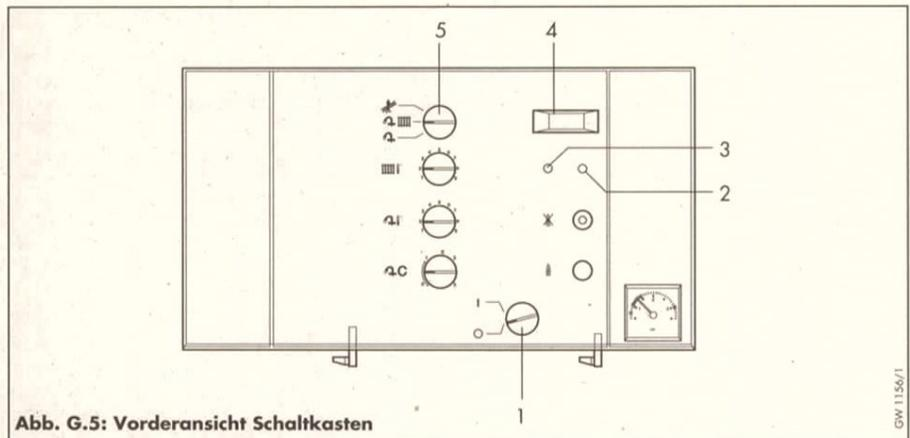
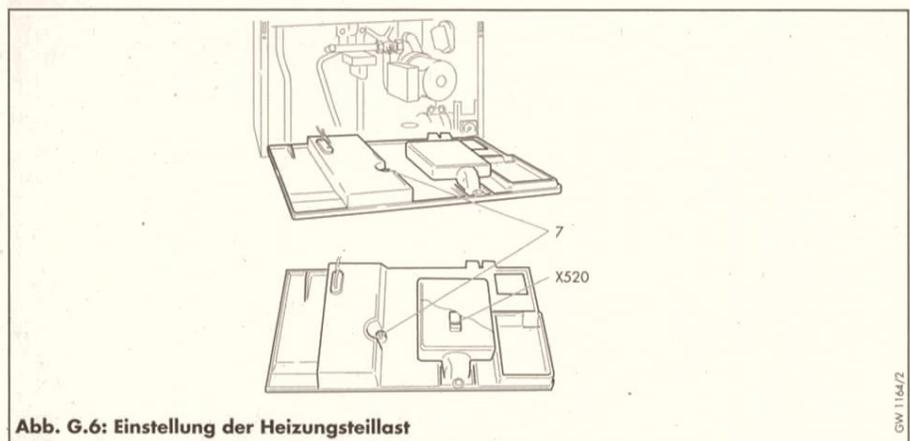

Abb. G.5: Vorderansicht Schaltkasten
Abb. G.6: Einstellung der Heizungsteillast
- Schalten Sie den Betriebsartenswahlwähler (5) in Stellung „Schornsteinfeger“.
- Entfernen Sie die Sicherungsschraube (7, Abb. G.6). Stellen Sie an der darunterliegenden Einstellschraube die gewünschte Heizungsteillast (Düsendruck nach Tabelle G.6 auswählen) ein.
- Bringen Sie die Sicherungsschraube (7) wieder an.
- Schalten Sie den Netzschalter (1, Abb. G.5) in Stellung „0“.